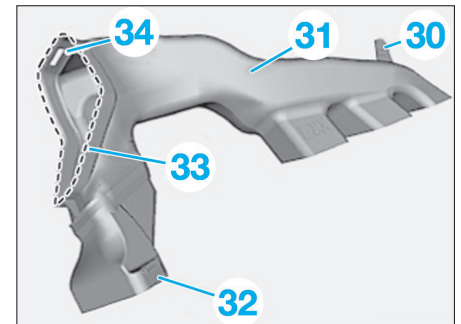

Fig. 28
- Tirer avec précaution le passe-câble en caoutchouc (1) et le joint en mousse (2) par dessus les canalisations (3) et (4) (Fig.28).